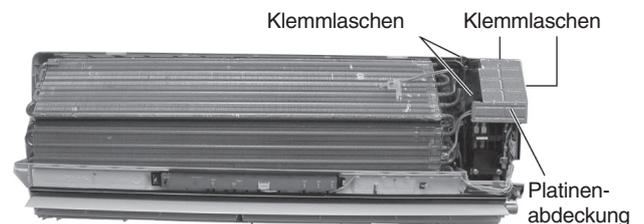

Abb. 2
- Anschließend werden die vier Klemmlaschen oben, unten und an beiden Seiten der Platinenabdeckung gelöst und die Abdeckung entfernt (Abb. 2).